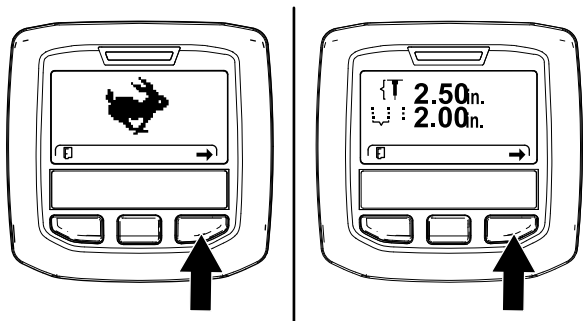
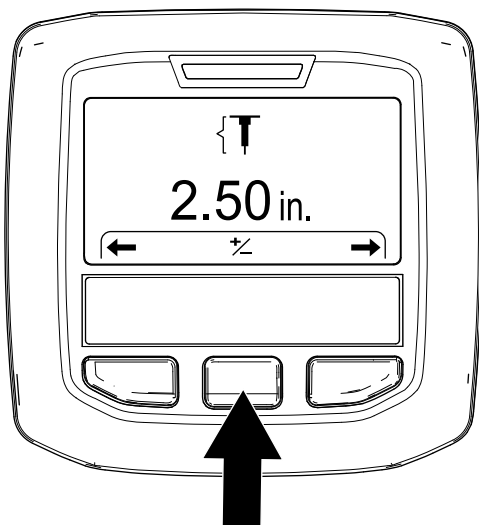

图 51
图 52
3. 按右侧 InfoCenter 信息中心按钮直至“设置孔深”屏幕显示 图 51 和 图 52。